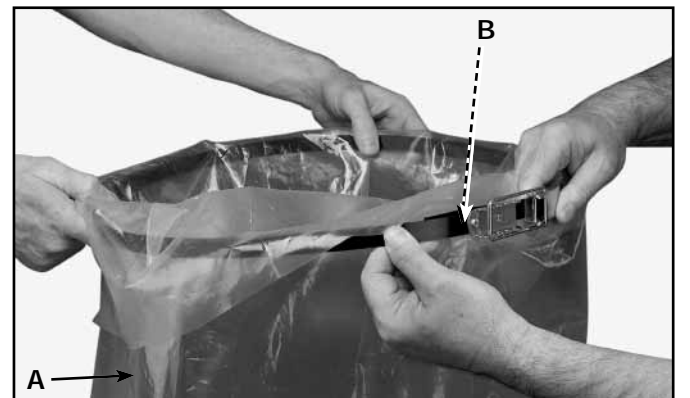

Fig. 10
Le sac plastique s'attache aussi à l'extérieur du dépoussiéreur à l'aide de la bride comprise (B) fig. 10 :
1. Insérer la bride (B) autour du haut du sac plastique (A) et enrouler environ 10 cm à 15 cm (4 à 6 po) du sac sur la bride comme indiqué à la figure 10.